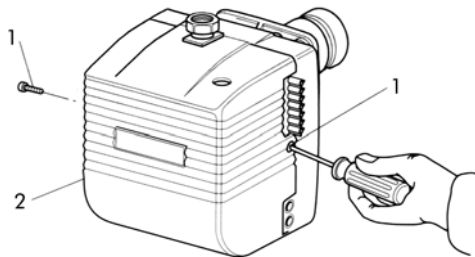

fig.1
Para acceder a los componentes principales es suficiente quitar la tapa protectora como ilustra la (fig.1). El mantenimiento en el cabezal de combustión se efectúa de la siguiente manera:
- Cierren la llave del gas y desconecten la ramba de gas del quemador. Desatornillen los tornillos **1** y quiten la tapa protectora **2** (fig.1).